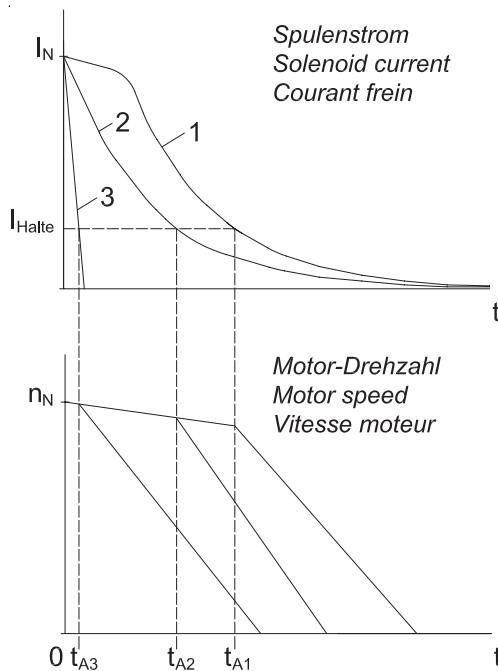

Bild 3: Prinzipieller Verlauf des Spulenstroms und der Motordrehzahl nach wechsel- (1, 2) und gleichstromseitiger (3) Abschaltung
- a) Speisung des Gleichrichters vom Motorklemmenbrett (Bild 3, Kurve 1)
- b) Separate Speisung des Gleichrichters (Bild 3, Kurve 2)
4.1.2.2 Unterbrechung des DC-Stromkreises der Magnetspule (Bild 3, Kurve 3)